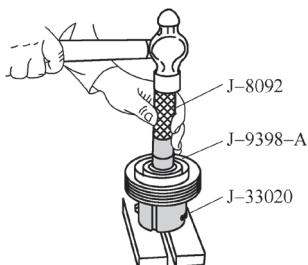

图 5-81 离合器轴承的拆卸
- ⑤拆出离合器转子和轴承。
- ⑥用专用工具拆出轴承如图 5-81 所示。